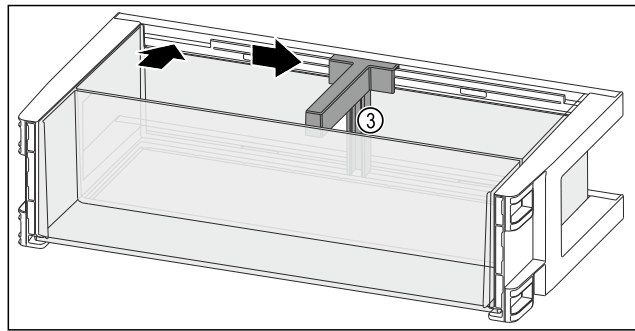

Fig. 95
- ▶ Flaschenhalter Fig. 95 (3) in die Aussparung einsetzen.
- ▶ Flaschenhalter Fig. 95 (3) in gewünschte Position zur Seite schieben.